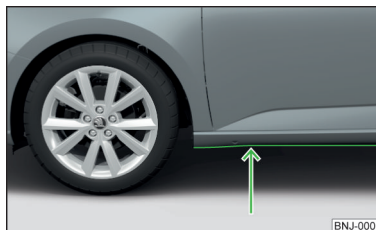

Fig. 202
- Înainte de traversarea zonei inundate, stabiliți adâncimea apei. Nivelul apei poate să ajungă maxim până la marginea inferioară a pragului » fig. 202.